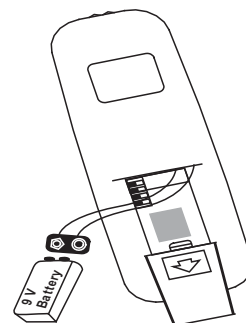

Figura 20
- Quita la cubierta de la batería del control remoto (G). Instala la batería de 9 V (K) (incluida). Coloca de nuevo la cubierta. (Figura 20)